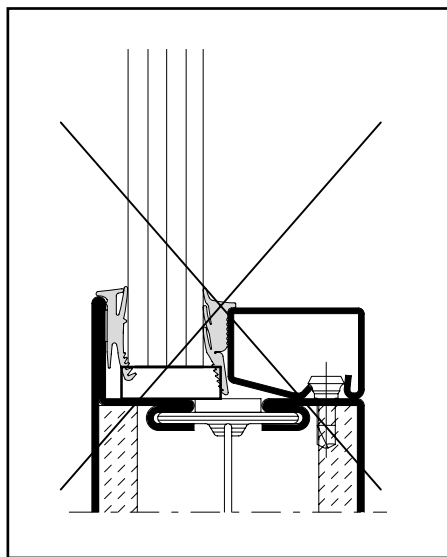

Abb. 20 / Fig. 20 / Fig. 20
- Es ist darauf zu achten, dass die Glasklötze glasleistenseitig gegenüber dem Glas nicht zu stark vorstehen. Ansonsten wird die Montage der Keildichtung erschwert (Abb. 20).
- Veiller à ce que dans la zone de calage du coté des parclose la cale ne ressorte pas trop. Cela compliquerait la pose du joint (fig. 20).
- Ensure that the glazing pads do not protrude excessively past the glass on the glazing bead side. Otherwise the installation of the wedge weatherproofing will be made more difficult (Fig. 20).